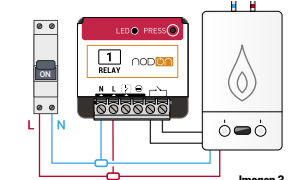

Imagen 3
- Realice el cableado del módulo multifunción según el esquema de la imagen 3, teniendo especial cuidado de conectar los 2 cables de control del termostato de ambiente (ver manual de la caldera).